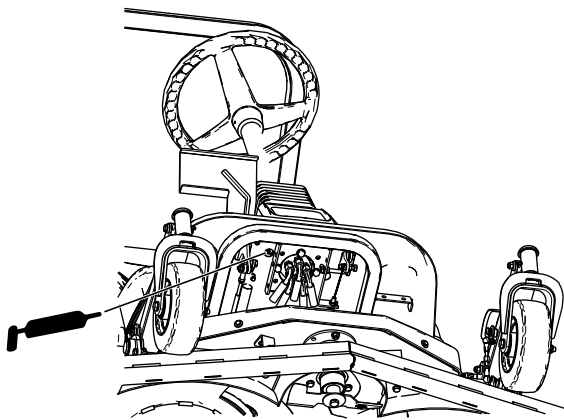

Figura 38
- Casquillo del pivote del pedal de tracción (Figura 38)